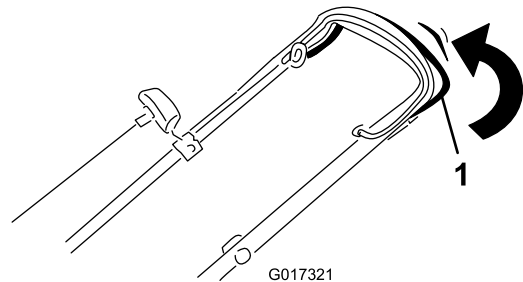

Bild 19
- **Einkuppeln des Selbstantriebs:** Halten Sie den Selbstantriebsbügel gegen den Holm gedrückt (Bild 19).